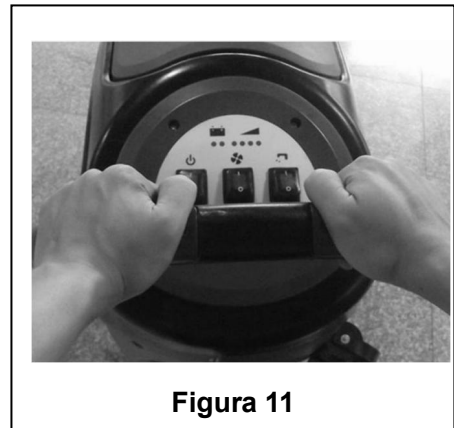

Figura 11
Una delle caratteristiche dell'apparecchio è l'installazione di due interruttori di sicurezza su entrambi i lati del manubrio. Ogni interruttore è in grado di controllare il funzionamento della spazzola in modo indipendente. Durante l'uso, ciò facilita il controllo del funzionamento dell'apparecchio. Per esperienza, il metodo per spostare la macchina mostrato a destra nella Figura 11 è il più efficace, l'utente si sente più a proprio agio con le mani e si riduce l'affaticamento. Gli utenti sono pertanto invitati a utilizzare questa modalità.
2. Tenere premuto l'interruttore di sicurezza (1) (nel modo illustrato nella **Figura 11**), spingere per muovere l'apparecchio e iniziare il lavoro di pulitura.